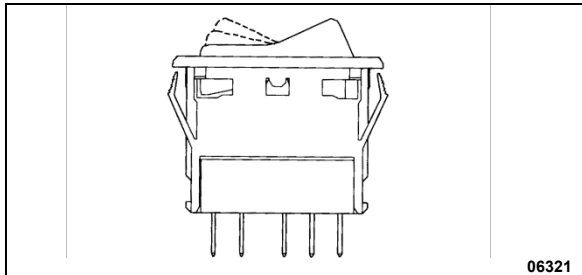

FIGURA 108: INTERRUPTOR
3. Para instalar un nuevo interruptor, invierta el procedimiento (Figura 108)